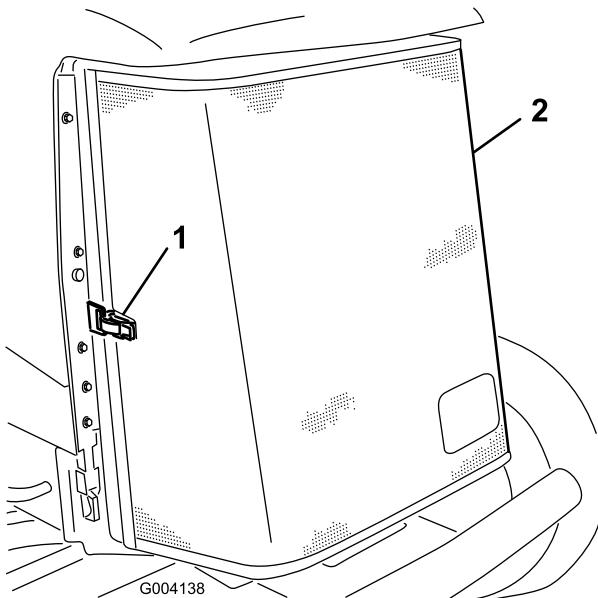

Figura 72
3. Sbloccate il morsetto e aprite la griglia posteriore (Figura 72).